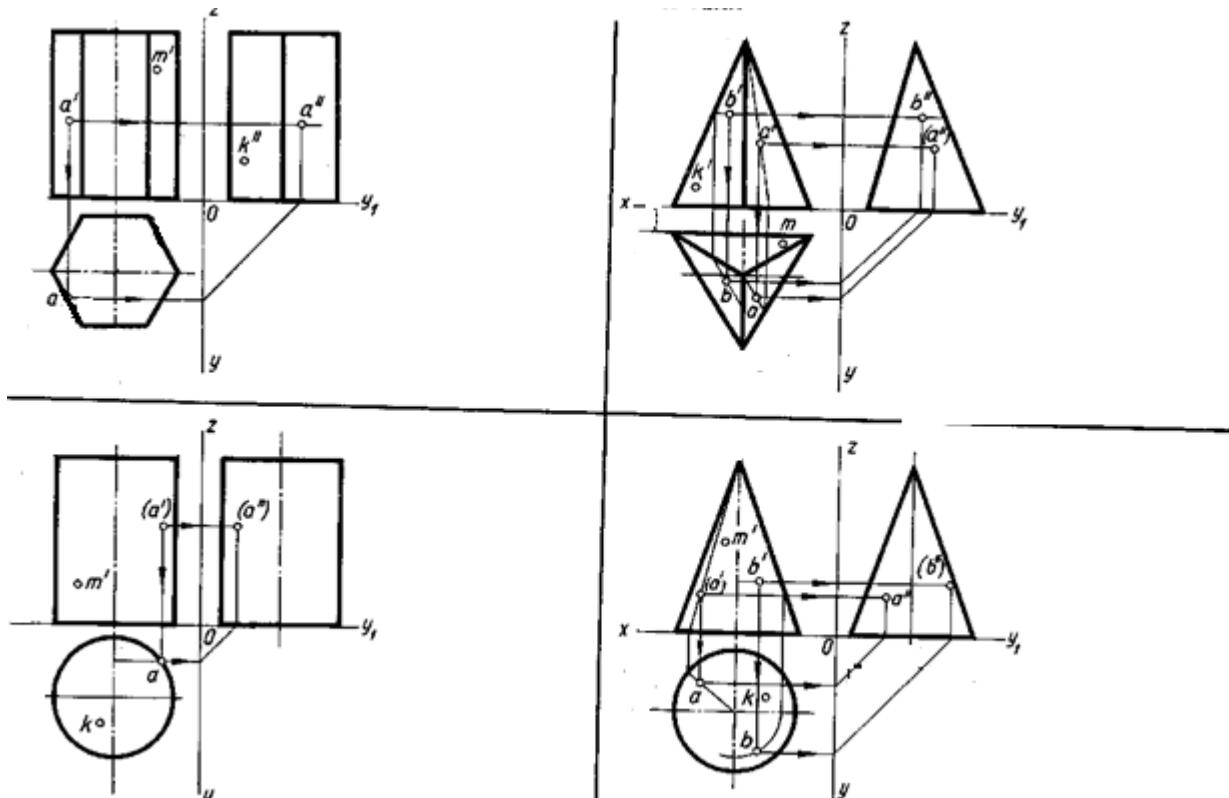

Рисунок 4 - Проецирование геометрических тел
- любой многогранник состоит из плоских фигур (граней), отрезков прямых (ребер) и точек (вершин). На чертеже (рис. 4) многогранники изображают проекциями их вершин и ребер ;